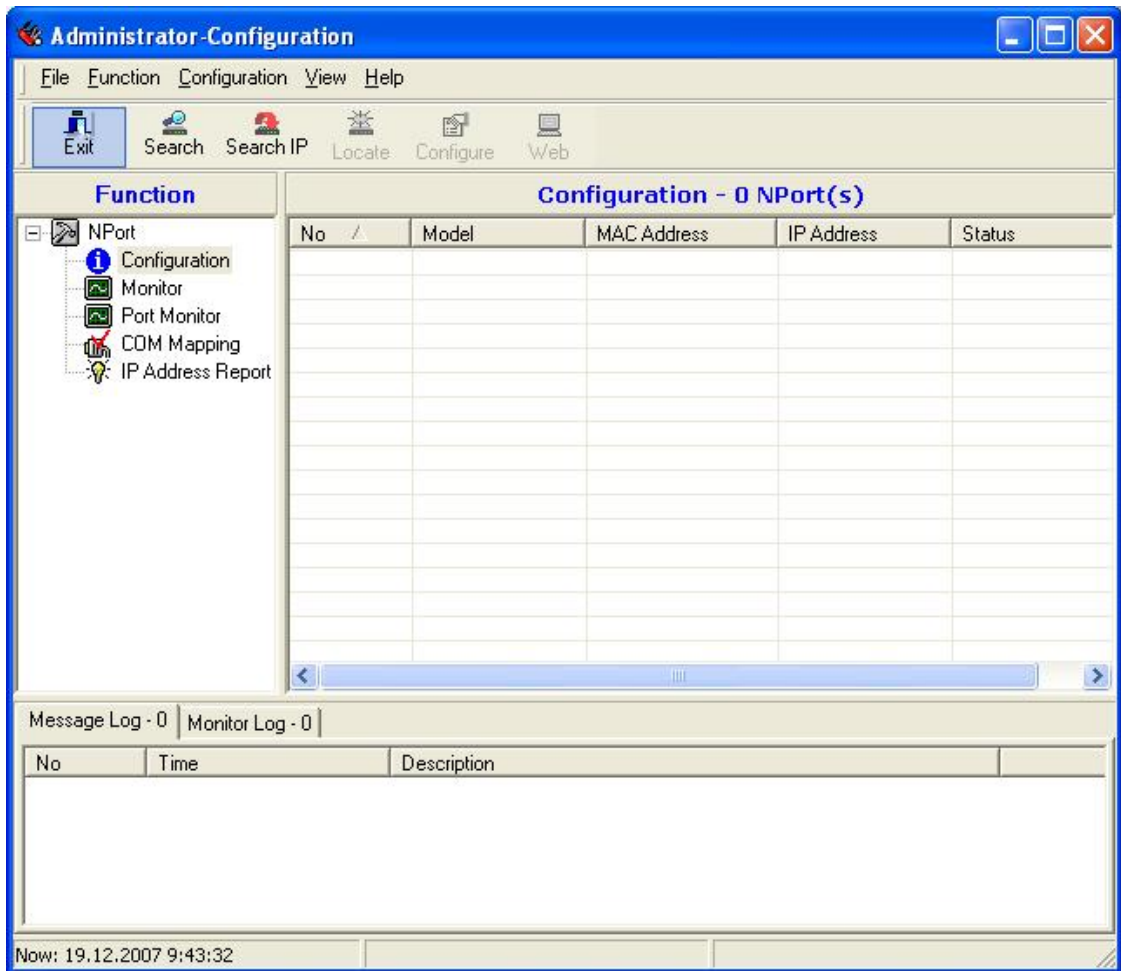

Рисунок 3 – Основное окно программы NPort Administrator
3.2.5 Из меню **Пуск\Все программы\NPort Administration Suite** запустить программу **NPort Administrator**. На экране монитора появится окно (рисунок 3).